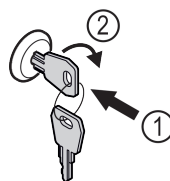

Fig. 132 Beispielhafte Darstellung
- Schlüssel hineindrücken Fig. 132 (1).
- Schlüssel um 90° im Uhrzeigersinn drehen Fig. 132 (2).